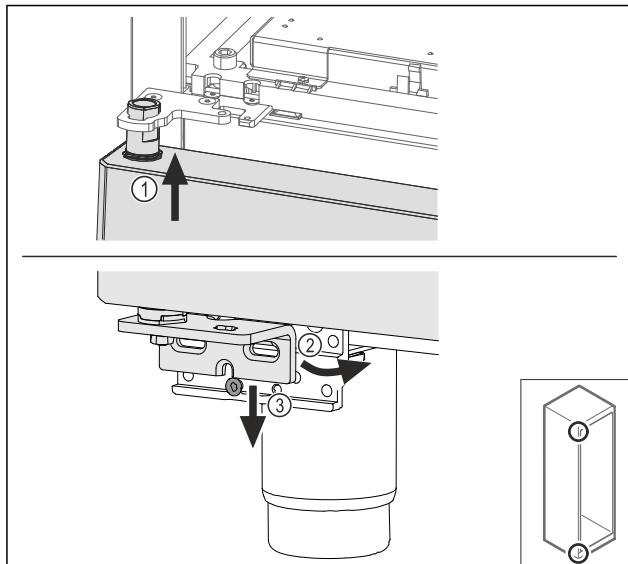

Fig. 63
- ▶ Kissé megbillentve fűzze be az ajtót felül Fig. 63 (1), majd igazítsa egyenesbe az ajtót Fig. 63 (2), és helyezze rá az alját a csapágybak csavarjára Fig. 63 (3).